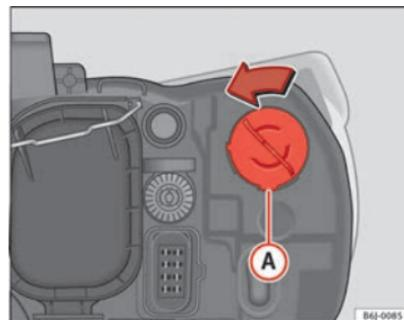

Fig. 157 Luz intermitente
- Gire el portalámparas ⇒ fig. 157 (A) a la izquierda y tirar. ►